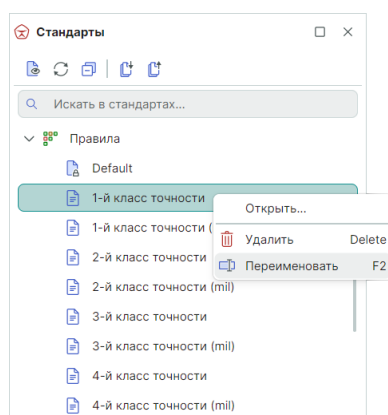

Рис. 130 Переименование шаблона правил
2. Вызовите контекстное меню и выберите пункт «Переименовать», см. Рис. 130. Для данного действия также задана горячая клавиша «F2».